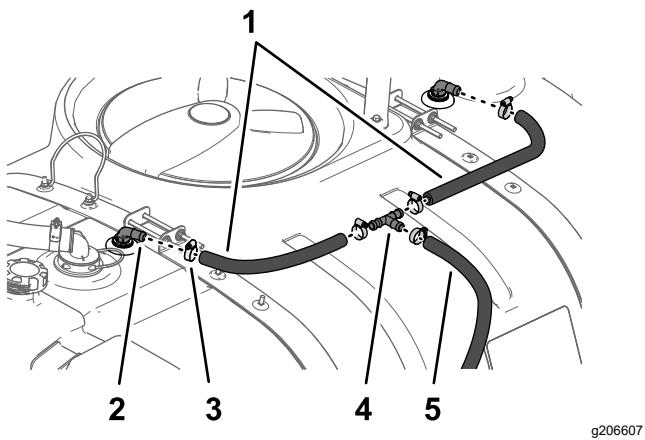

Figure 27
1. Branchez les 2 flexibles (1,9 x 61 cm) et montez les 2 colliers sur le raccord à 90° des buses de rinçage, puis serrez les colliers à la main (Figure 27).
2. Avec 2 colliers légèrement serrés, branchez l'autre extrémité des flexibles (1,9 x 61 cm) au raccord en T, comme montré à la Figure 27.
3. Branchez les flexibles (1,9 x 180 cm) au raccord en T avec un collier, comme montré à la (Figure 27).
- Branchez le flexible de 53,3 cm situé au bas du réservoir de rinçage au raccord droit cannelé intérieur de la pompe du réservoir de rinçage avec un collier serré à la main (Figure 27).